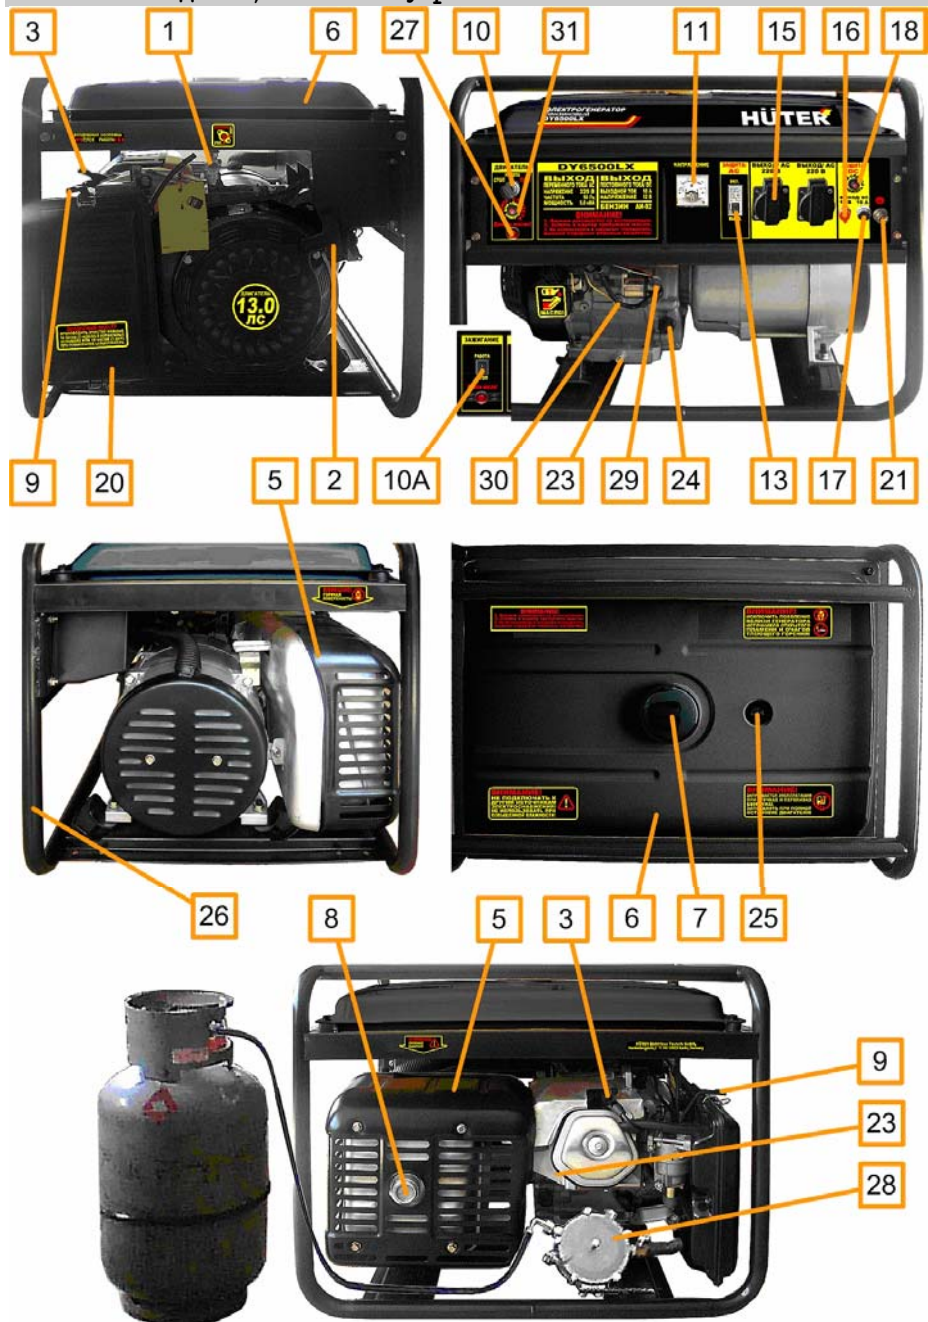

Рис. 1.
4.1. Перечень составных частей изделия (рис. 1).
5.3.1. Вывинтить шуп поз. 24 (рис. 1) и залить в картер масло соответствующего типа (таблица 2 п. 8) до нижнего края горловины. Вставить чистый сухой шуп в горловину картера и вынуть его. Проверить уровень масла: граница смоченной области шупа должна располагаться между отметками минимального и максимального уровня.
При установке генератора следует подключить к резьбовой клемме поз. 21 (рис. 1) проводник заземляющего устройства, удовлетворяющего требованиям раздела 10: «Обеспечение требований безопасности».
5.5.1. В качестве топлива используется бензин марки АИ-92, а также бытовой сжиженный баллонный газ: пропан и пропан бутан, в случае установки газовой системы питания поз. 28 (рис. 1), см. также рис. 11.
5.5.4. Установить лоток аккумуляторной батареи GG-H650-M22-E в соответствии с рис. М каталога запасных частей. Подключить провода аккумуляторной батареи поз. GB1 (Приложение 1) к клеммам поз. 29, 30 (рис. 1), строго соблюдая указанную полярность.
5.6.1. Отключить все потребители переменного тока от генератора, переведя рычаг автоматического выключателя поз. 13 (рис. 1) в отключенное положение «0», отсоединить потребители постоянного тока от клемм поз. 16, 17 (рис. 1).
5.6.2. При использовании бензина открыть топливный кран поз. 1 (рис. 1) при закрытом вентиле газового баллона, см. также рис. 3, или открыть вентиль газового баллона при закрытом топливном кране поз. 1 (рис. 1) в случае использования газа.
5.6.3. При использовании бензина перевести рычаг управления воздушной заслонкой поз. 9 (рис. 1) в крайнее левое положение при пуске холодного двигателя и в промежуточное положение при пуске прогретого двигателя. При использовании газа нажать на несколько секунд кнопку в центре регулятора поз. 1 (рис. 11) для заполнения впускной трубы газом, затем отпустить кнопку.
5.6.4. Перевести выключатель двигателя поз. 10, 10А (рис. 1) в отключенное положение «0» или «СТОП».
5.6.5. Плавно вытянуть до упора трос ручного стартера за ручку поз. 2 (рис. 1) и вернуть в исходное положение см. также рис. 2.
5.6.6. Перевести выключатель двигателя поз. 10, 10А (рис. 1) во включенное положение «1» или «РАБОТА».
стартера производится поворотом ключа выключателя поз. 10 (рис.1) в крайнее правое положение «ПУСК». Сразу после пуска двигателя отпустить ключ выключателя для обеспечения его самовозврата в среднее положение. При срабатывании защиты поз. 31 (рис. 1) нажать сброс после остывания автоматического выключателя.
5.6.8. При работе на бензине после прогрева двигателя в течение времени около 10–40 секунд, в зависимости от начальной температуры, перевести рычаг заслонки поз. 9 (рис. 1) в крайнее правое положение, если при этом двигатель работает неустойчиво вернуть рычаг заслонки поз. 9 в прежнее положение и обеспечить завершение прогрева.
5.6.9. Подключить к разъемам генератора потребители, соответствующие требованиям раздела 10: «Обеспечение требований безопасности». Полная (сумма активной и реактивной) мощность всех подключаемых потребителей в стационарном режиме не должна превышать значений номинальной мощности, указанных в Таблице 1 п. 3. Не допускается длительное превышение номинальной мощности более, чем на 10% свыше номинального значения. Включить автоматический выключатель поз. 13 (рис. 1), установив его рычаг управления в положение «1».
5.7.1. При работающем генераторе отключить автоматический выключатель поз. 13 (рис. 1), отсоединить потребители постоянного тока от клемм поз. 16, 17 (рис. 1).
5.7.2. Перевести выключатель двигателя поз. 10, 10А (рис. 1) в отключенное положение «0» или «СТОП».
5.7.3. Закрывать топливный кран поз. 1 (рис. 1), см. также рис. 4, закрыть вентиль газового баллона.
6.1. Наличие и величина напряжения переменного тока индицируется и измеряется вольтметром поз. 11 (рис. 1).
6.2. Причиной отсутствия напряжения при работающем генераторе может служить срабатывание автоматических выключателей защиты цепей от перегрузки поз. 13, 18 (рис. 1). В этом случае следует устранить причину перегрузки и нажать кнопку или клавишу сброса соответствующего автоматического выключателя после его остывания.